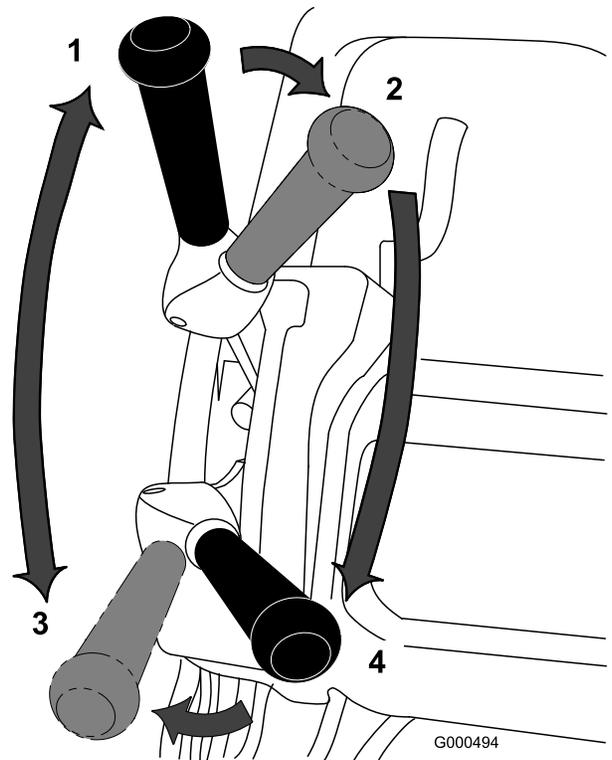

Figura 30
- Ligue o motor, coloque o acelerador a uma velocidade reduzida, empurre a pega para levantar a unidade de corte, pressione o controlo de presença do operador, desloque a alavanca de tração para a posição ENGATAR e transporte a máquina até uma ponta do relvado (Figura 30).
- Coloque a alavanca de tração na posição DESENGATADA e engate a transmissão do cilindro (Figura 30).
máquina se movimente à velocidade desejada, conduza a máquina para o relvado, desça a dianteira da máquina e comece a operação (Figura 30).